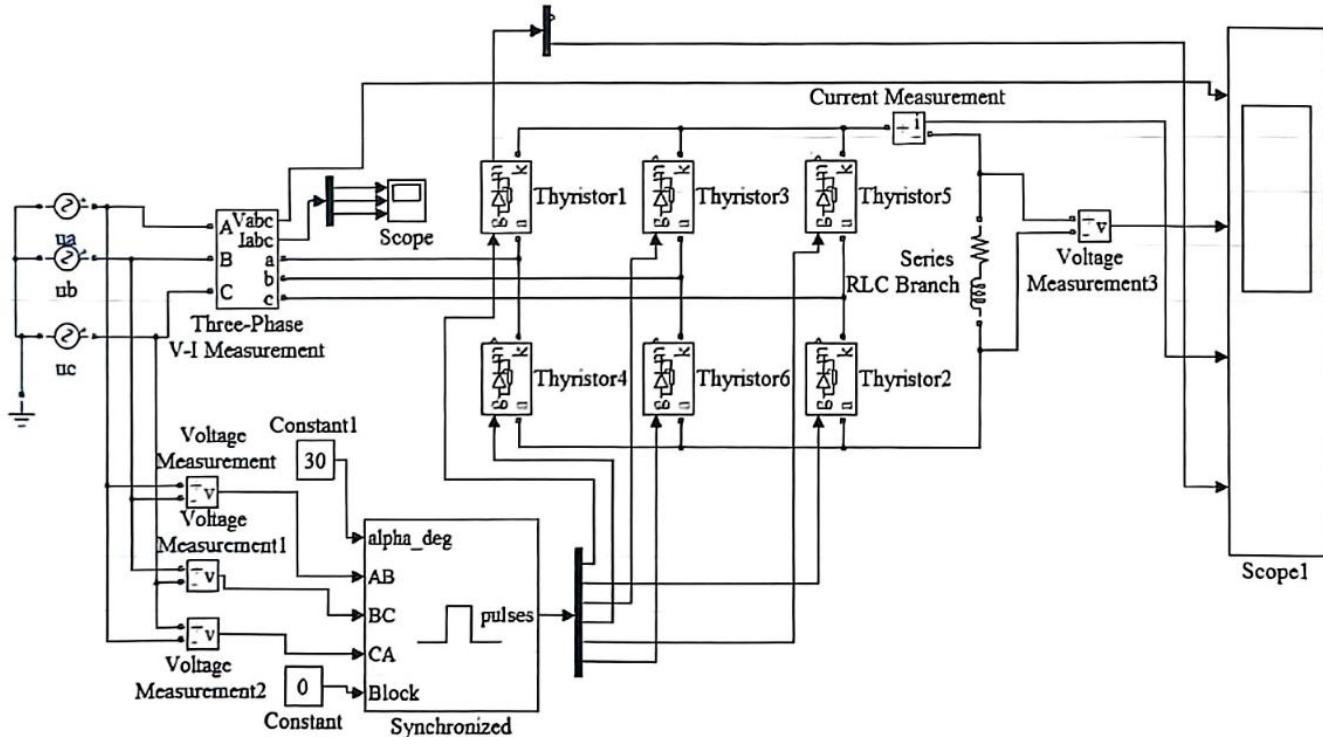

图 2-54 三相桥式全控整流电路建模图
(1) 新建一个空白 SIMULINK 仿真文件，在其中用 SIMULINK 搭建三相桥式全控整流电路的仿真电路图，记录过程。
- ① 建模：具体模块和作用见 2.8 节的实训 1。三相桥式全控整流电路建模图如图 2-54 所示。
- ② 模块参数设置：具体内容见 2.8 节的实训 1。另外，三相桥式全控整流电路需要双窄脉冲触发，在设置 Synchronized 6-Pulse Generator 的相关参数时应勾选 Double pulsing 复选框。
- ③ 系统环境参数设置：具体内容见 2.8 节的实训 1。
- ④ 运行：具体内容见 2.8 节的实训 1。